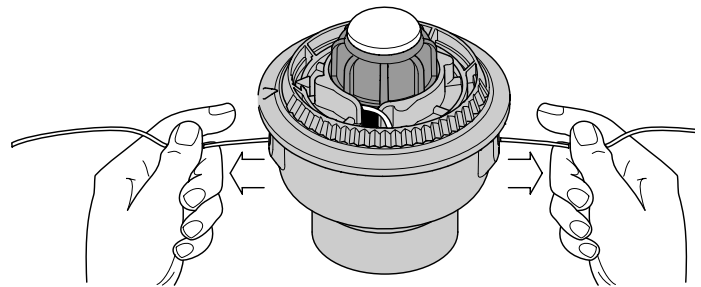

Fig. 46
9. Si le rembobinage du fil devient difficile ou si le fil se coince, tirez-en les extrémités de la bobine. Continuez de rembobiner le moulinet intérieur vers la gauche (Fig. 46).
Si le SpeedSpoolMD ne dŽroule pas le fil correctement, tirez fermement les extrŽmitŽs du fil loin de la bobine (Fig. 46). Si cela ne suffit pas, suivez les instructions de *Nettoyage du SpeedSpoolMD*.